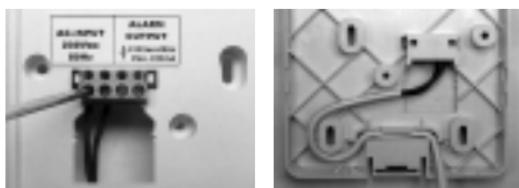

Figura 4. Conexiones de cableado eléctrico.
El detector debe ser conectado directamente y de forma permanente a la red eléctrica de 230V conectando el cable de red en el borne de conexión situado en el soporte, en los 2 polos del lado izquierdo del conector marcados como "AC-INPUT 230V" (Ver Figura 4), dejando los 2 restantes marcados como "ALARM OUTPUT" para la conexión de una válvula de corte a 230V.
- 1.- Conecte el cable de alimentación suministrado en el borne de conexión. (Ver Figura 4)